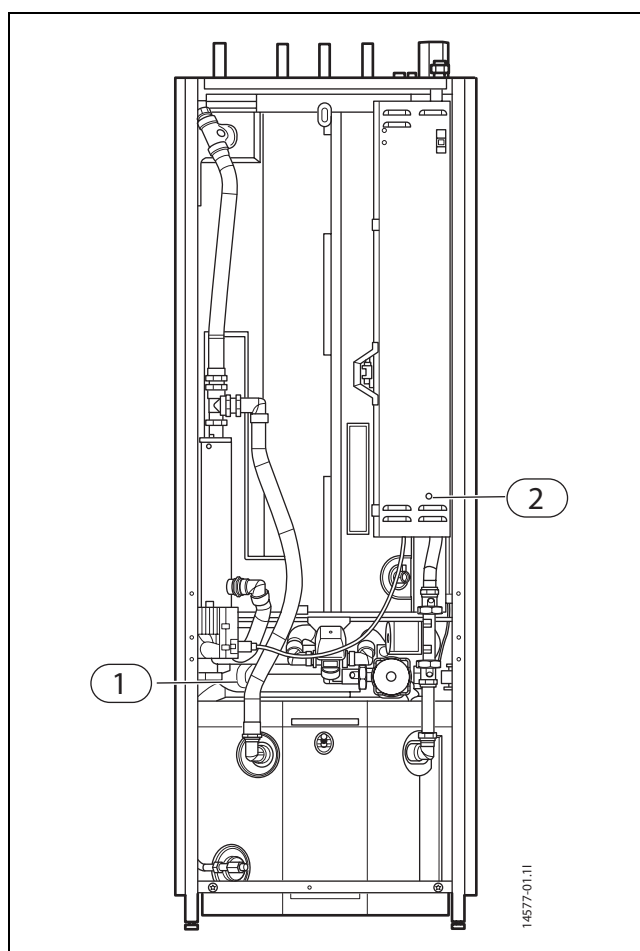

Fig. 33 Kombimodul CMO 200-300 AW
- Kontrollér sikkerhedsventilen to gange årligt ved at trykke vippearmen ned (→ 1, Fig. 33).
- Reset overophedningsbeskyttelsen ved at trykke hårdt på knappen 2 (→ Fig. 33).